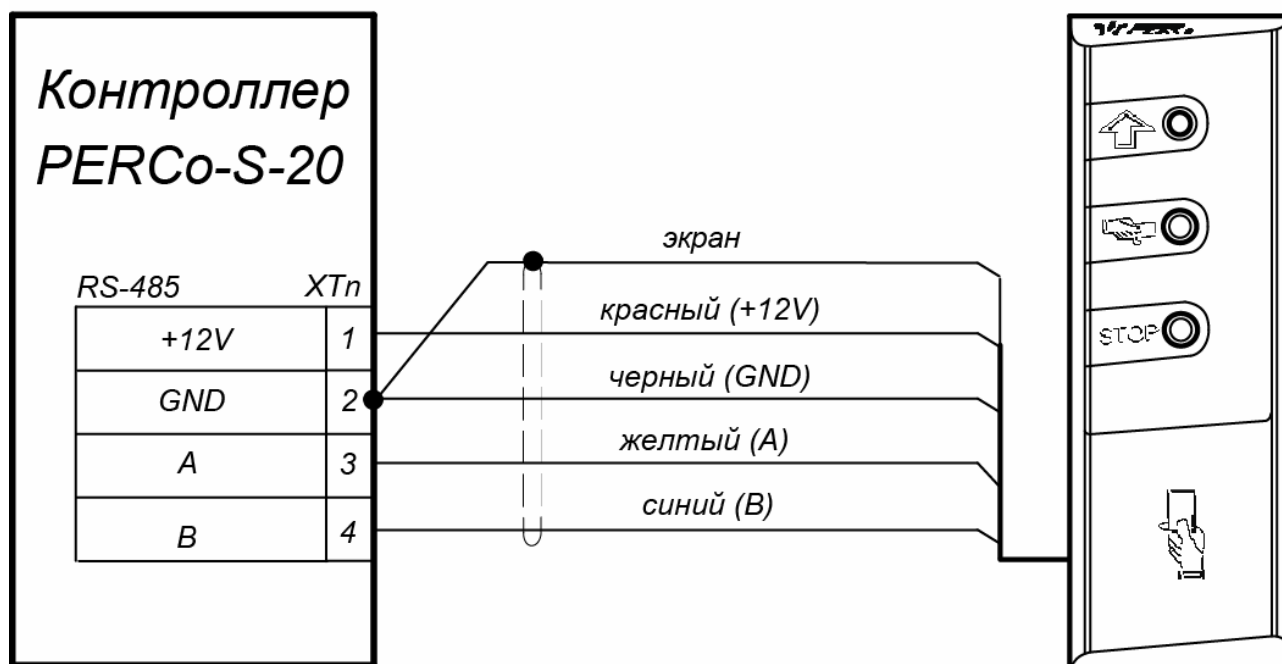

Рисунок 5 Схема подключения считывателя к контроллеру PERCo-S-20 с использованием интерфейса RS-485
8. Проложите кабель, закрепите его и подключите к контроллеру PERCo-S-20 (схему подключения смотри на рис. 5 и в руководстве по эксплуатации на соответствующий контроллер). Удлинение соединительного кабеля считывателя производить кабелем с витыми парами, при этом сигнальные линии А и В должны идти в одной паре.